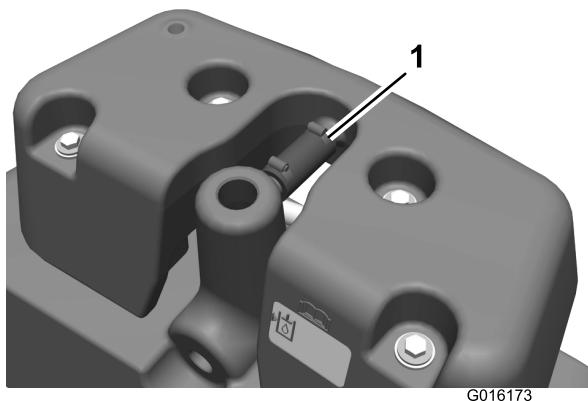

Figura 2
8. Afloje las abrazaderas sinfín y saque el tubo de rebose (Figura 2).
24. Sujete el extremo libre del tubo de rebosé al tubo del depósito del detector de fugas con una abrazadera sifón (Figura 2).